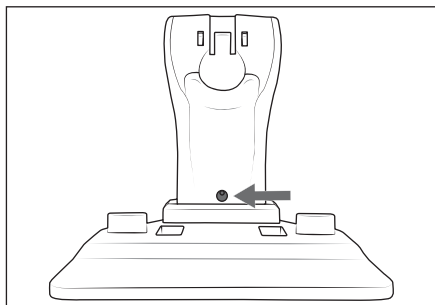

Abb. 1
- Für einen stabilen Stand der Ladestation ②② können Sie diese an einer Wand befestigen. Verwenden Sie dazu das im Lieferumfang enthaltene Montagematerial (Schraube und Dübel). Achten Sie dabei darauf, dass sich eine Netzsteckdose in erreichbarer Nähe befindet.
- 1) Benutzen Sie die Öffnung in der Gerätehalterung ②① zum Anzeichnen des Bohrlochs an der Wand (Abb. 1).
- 3) Stecken Sie den Hohlstecker ⑮ des Netzteils ⑬ in die Ladebuchse ②① an der Unterseite der Ladestation ②②. Führen Sie das Kabel des Netzteils ⑬ durch eine der seitlichen Aussparungen an der Rückseite der Ladestation ②②, je nachdem an welcher Seite die Netzsteckdose liegt.
- 4) Setzen Sie die Schraube in die Öffnung in der Gerätehalterung ②① (Abb. 1) und schrauben Sie diese mit einem Kreuzschlitzschraubendreher in den Dübel.
- 3) Stecken Sie die Schraube 12 wieder in die Schrauböffnung hinten am Stiel 11. Ziehen Sie die Schraube 12 mit einem Kreuzschlitzschraubendreher im Uhrzeigersinn fest (Abb. 1).